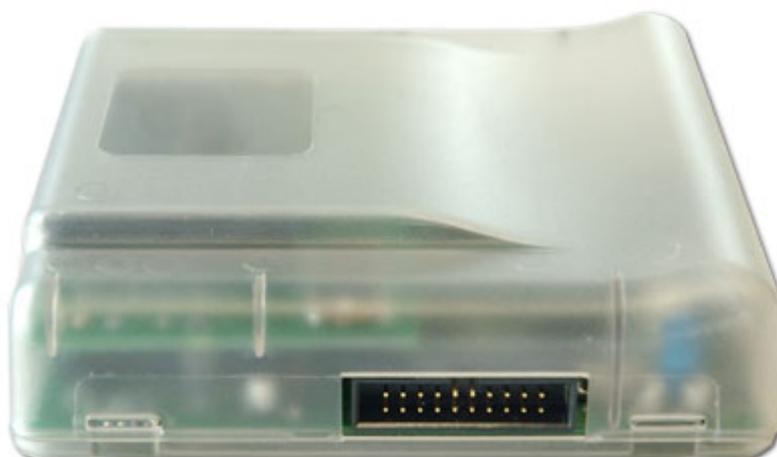

Fig.4
- **Conector de 20-pin externo** (*Fig. 4*): este conector pode ser utilizado para ligar o Cas Interface 3 ao J-Card, Cartão de teste (Dummy Card) ou aos receptores que podem se programados com o flat cable. O conector pode também ser utilizado para ligar futuros dispositivos adicionais.